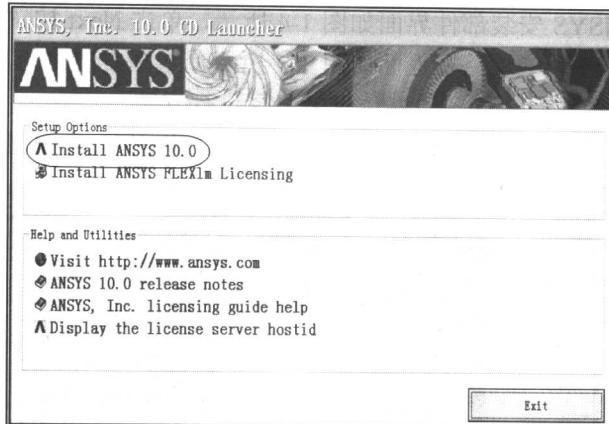

图 1-1 ANSYS 安装启动界面
- ① 将 ANSYS 的安装光盘放入光驱中，出现如图 1-1 的画面，选择 Install ANSYS 10.0 开始安装 ANSYS 10.0。